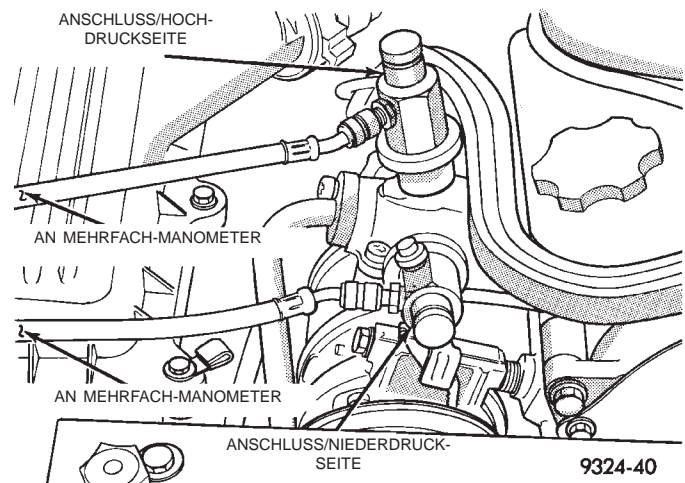

Abb. 6 Mehrfach-Manometer oder Kältemittel-Auffangvorrichtung anschließen (3.2L-/3.5L-Motor)
(1) Eine geeignete Befüllstation, eine Kältemittel-Auffangvorrichtung und ein Mehrfach-Manometer mit Unterdruckpumpe anschließen (Abb. 6).
(2) Die Ventile auf der Hoch- und auf der Niederdruckseite öffnen und die Unterdruckpumpe betätigen. Vor dem Befüllen des Systems die Unterdruckpumpe mindestens 45 Minuten lang laufen lassen, um die Feuchtigkeit vollständig zu beseitigen. Sobald der Wert für den Ansaugdruck 45 Minuten lang bei mindestens -88 kPa Unterdruck (-26 Zoll Hg.) gehalten wird, alle Ventile schließen und die Unterdruckpumpe abschalten. **Falls das System den vorgeschriebenen Wert nicht erreicht, liegt vermutlich eine Undichtigkeit in der Klimaanlage vor, die beseitigt werden muß.** Falls die Anlage den vorgeschriebenen Unterdruckwert mindestens 30 Minuten lang gehalten hat, die Unterdruckpumpe betätigen. Anschließend die Ventile der Ansaug- und der Auslaßseite öffnen und die Anlage weitere 10 Minuten mit Unterdruck beaufschlagen.
(3) Alle Ventile schließen. Die Unterdruckpumpe abschalten und abbauen.
(4) Die Klimaanlage kann nun mit Kältemittel befüllt werden.